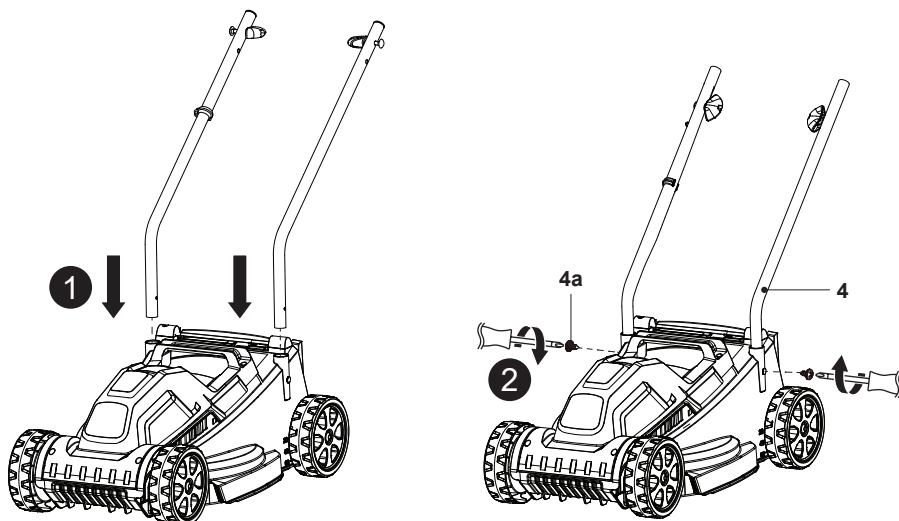

Fig. 1
1. Insira os guidores inferiores (4) nas ranhuras de ambos os lados da caixa do corta-relva (Fig. 1).
2. Utilize os 2 parafusos (4a) fornecidos para bloquear cada pega na devida posição na estrutura (Fig. 1).